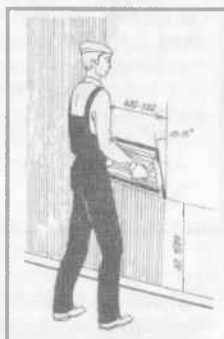

Рис. 3. Нанесення шпаклівки
3. Шпаклівку накладають смугою 40–50 см на півтерок, притискають його під кутом 10° – 15° до поверхні й рухом знизу–догори намазують шпаклівку на поверхню (рис. 3). За повторного руху шар шпаклівки ущільнюють і розрівнюють. Розглянутий спосіб вважається найбільш продуктивним ручним способом.